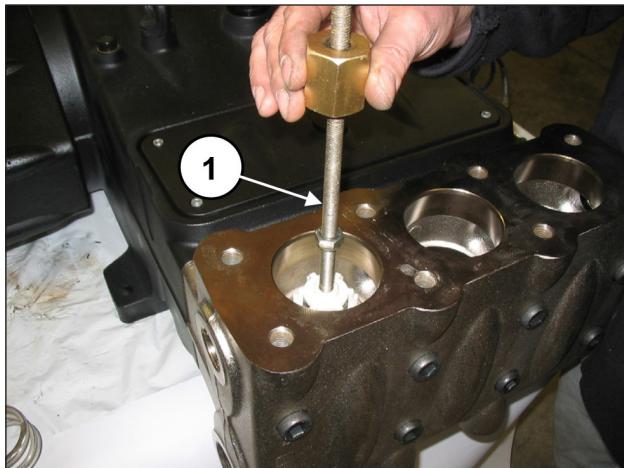

图 92
用一个锤头式提取器(代码27516400)作用在阀导承的M10孔上(位置①, 图 92), 或者用一个M10-M16适配器(代码25089700)作用在阀导承的M16螺纹上, 将排出阀组件取出。